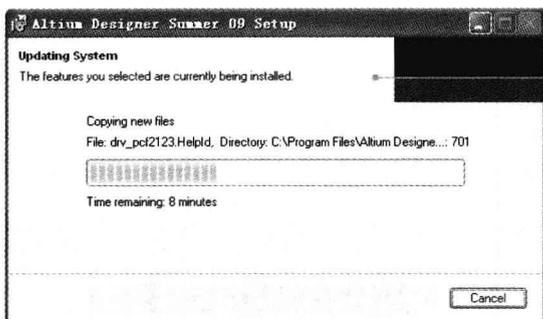

图 1-7 安装进程窗口
(7) 单击  按钮，开始安装。此时将弹出如图 1-7 所示的安装进程窗口，安装进度条将实时显示安装过程。